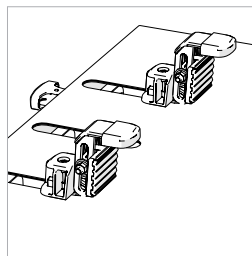

Fig. 17
**Remarque :** Les pinces secondaires à hauteur réglable sont fournies sur la paire pinces réglables. (Fig.17).